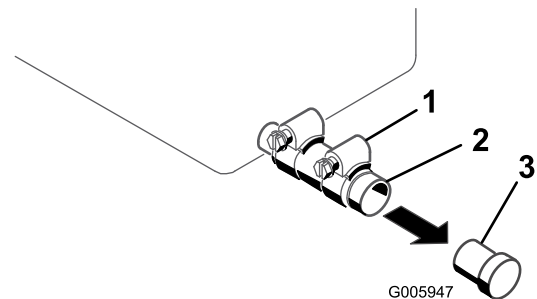

図 29
4. 排出口の下に廃油受けを置く（図 29）。
5. クランプをゆるめ、プラグを外す（図 29）。